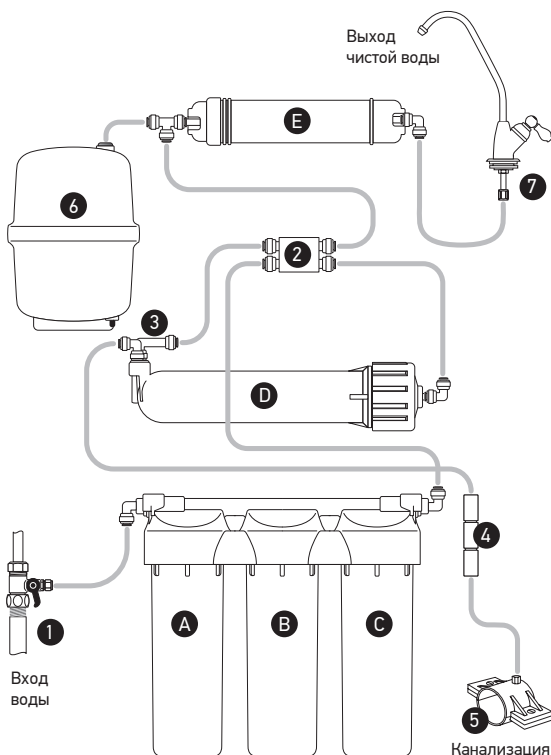

Рис.2. Принципиальная схема подключения фильтра Start Osmos.
На первой ступени (А) предварительной очистки картридж из полипропилена задерживает механические примеси и прочие частицы размером крупнее 5 микрон (Рис. 2).
Соединить трубкой выходной фитинг третьей ступени (С) с свободным фитингом управляющего клапана (2) согласно схеме на Рис.2.
■ Собрать с помощью входящей в комплект поставки пластиновой трубки (шланга) систему «магистраль → система обратного осмоса → кран» в соответствии со схемой подключения на Рис.2.